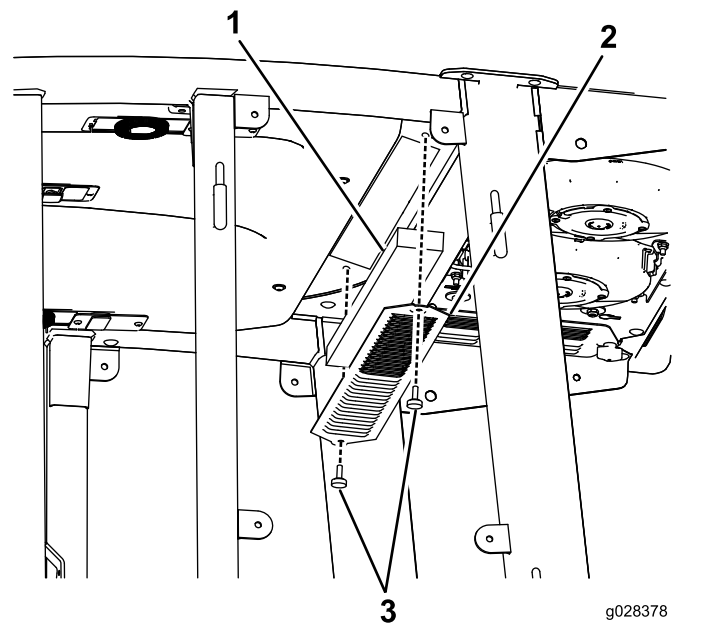
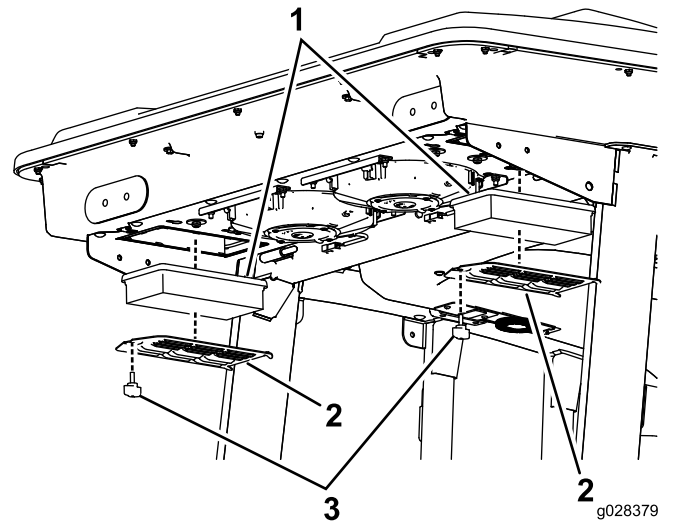
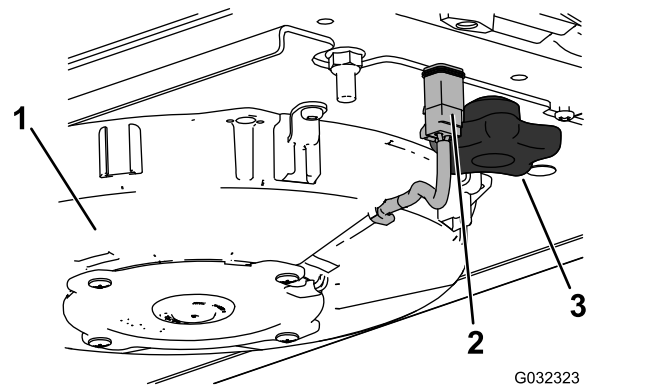
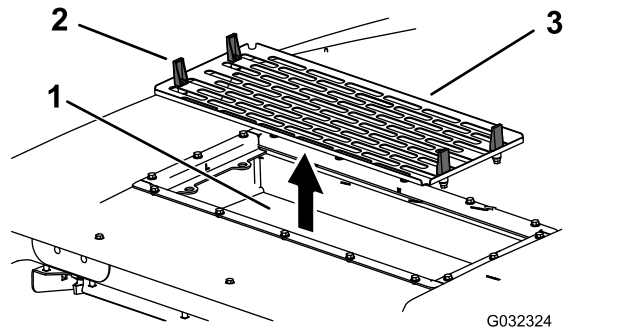

Figura 115
Figura 116
Figura 118
Figura 119
1. Retire los tornillos y las rejillas que cubren el filtro interior y el trasero de la cabina (Figura 115 y Figura 116).
4. Retire los filtros de aire (consulte Figura 116).
6. Instale los filtros de aire, la rejilla y el conjunto del ventilador (Figura 116, Figura 118 y Figura 119).
7. Conecte el cable de cada ventilador (Figura 118).